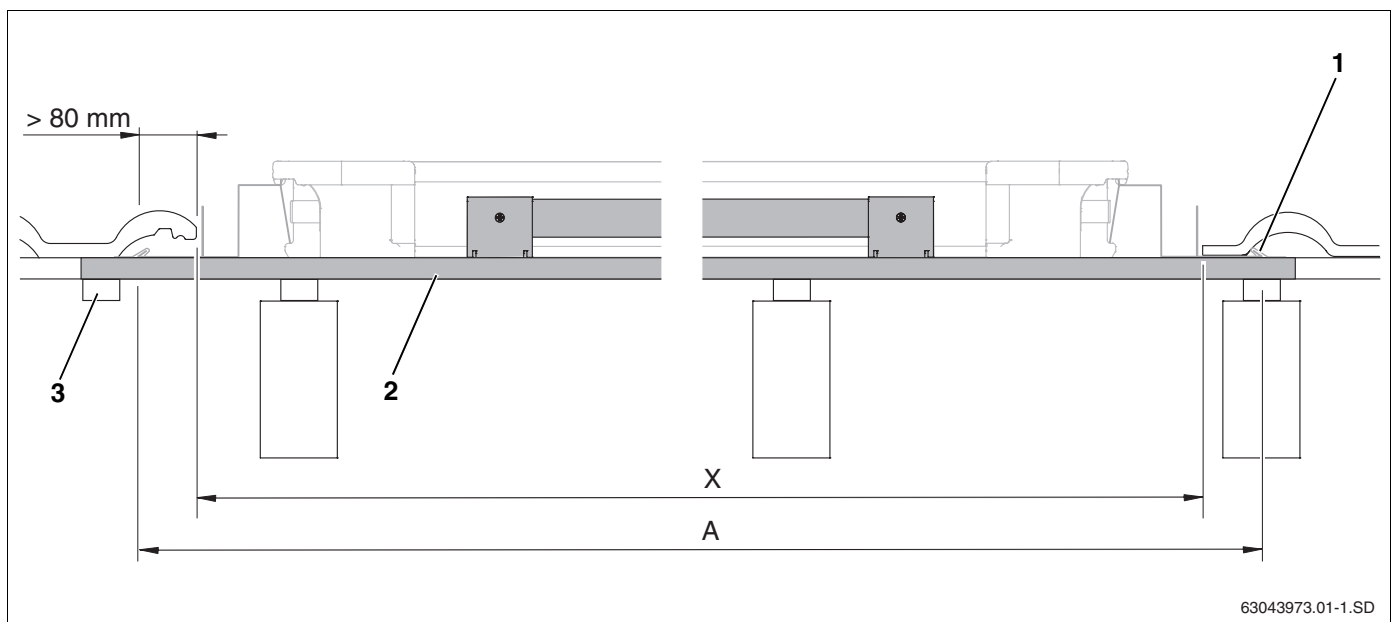
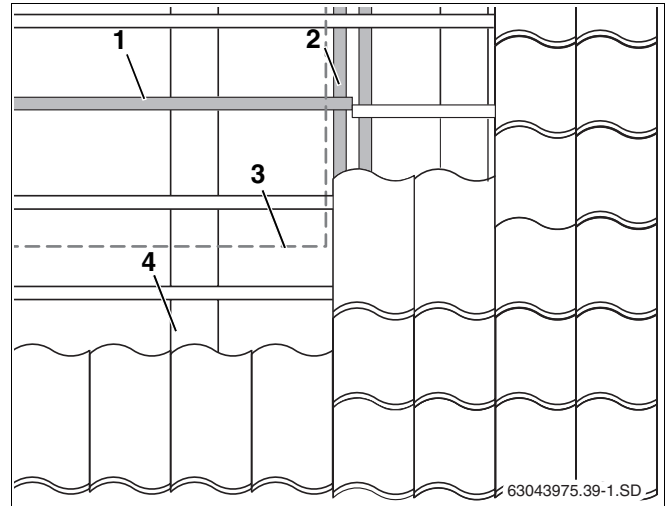

Abb. 9 Länge der zusätzlichen Dachlatten (hier: erste Dachlatte unten mit Abrutschsicherung)
Abb. 13 Versetzen von Dachlatten im Kollektorfeldbereich
Die Mindestlänge der zusätzlichen Dachlatten (Abb. 9, **Pos. 2**) entspricht der Kollektorfeldbreite (Tabelle 5, Seite 14, Maß A) plus ca. 10 cm für die seitlichen Hafter (Abb. 9, **Pos. 1**).
- Befestigen Sie Lattenstöße auf den Sparren oder verbinden Sie diese ausreichend, z.B. durch das Kontern mit vorhandenen Dachlatten (Abb. 9, **Pos. 3** und Abb. 13, **Pos. 2**).
Muss eine zusätzliche Dachlatte (Abb. 13, **Pos. 1**) im Bereich einer vorhandenen montiert werden, ist die vorhandene im Bereich des Kollektorfeldes (Abb. 13, **Pos. 3**) zu versetzen und ausreichend zu befestigen (Abb. 13, **Pos. 2**).